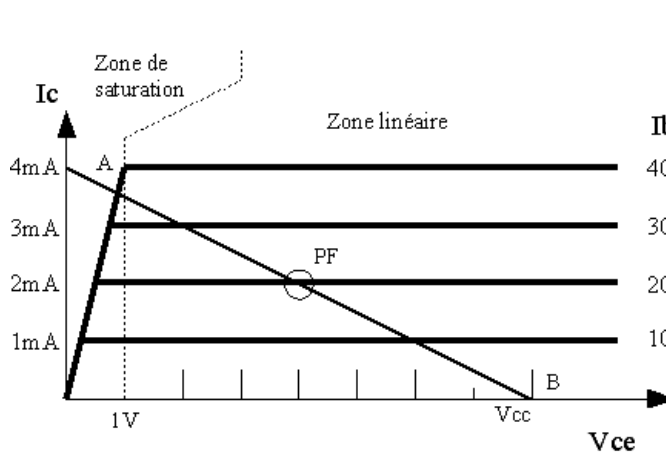

Fig. 1 Caractéristique idéalisée $I_C = f(V_{CE})$
La figure 1 montre l'allure de la caractéristique $I_C = f(V_{CE})$. L'on distingue deux zones principales :
La droite de charge est une droite tracée sur la figure 1 qui donne I_c en fonction de V_{ce} . Elle passe par le point U_{cc} sur l'axe des x, et le point U_{cc}/R_C sur l'axe des y. Pour une tension d'alimentation et une charge R_C données, cette droite de charge indique les points de fonctionnement possibles.
Le point de fonctionnement « A » d'un transistor se trouve sur la droite de charge statique (voire figure 1), dans le plan des réseaux de caractéristiques de sortie $I_C = f(V_{CE})$ et il est caractérisé par trois valeurs : I_{C0} , V_{CE0} , et I_0
On donne V_{BMO} à 2V, $V_{BE0} = 0,65V$ et le courant dans le diviseur $I_d = 10I_{B0}$. D'après les caractéristiques voir la figure 1), on voit que le I_{B0} nécessaire vaut $20\mu A$.
- fonctionnement en commutation : le transistor commute entre deux états, l'état bloqué (càd. que I_c est nul, c'est le point B dans la figure 1) et l'état saturé (V_{ce} faible, c'est le point A). Les circuits rapides évitent cet état A, qui correspond à un excès de porteurs dans la base, car ces porteurs sont longs à évacuer, ce qui allonge le temps de commutation de l'état saturé vers l'état bloqué.